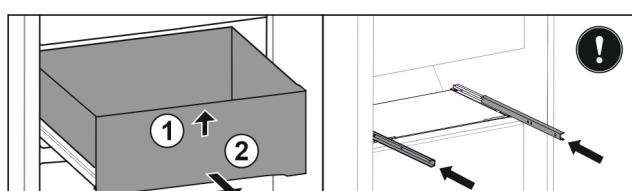

Fig. 34 \*
- Поднимите выдвижной ящик спереди Fig. 34 (1).\*
- Извлеките движением вперед Fig. 34 (2).\*